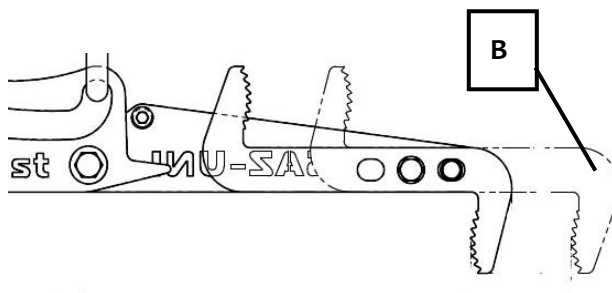

Bild 5
Zwiększenie zakresu zacisku z 550 mm do 625 mm (zakres zacisku (B) patrz Rys. 5)